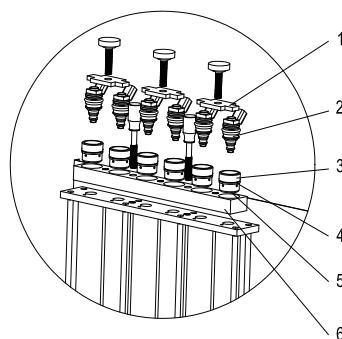

Figura 06
- Escolher acopladores adequados para injectores de abastecimento lateral (3) e anéis em O adequados, e montá-los juntos. (Lembre-se de aplicar um pouco de graxa lubrificante).
- Montar a placa cruzada (1) e apertá-la com parafusos.
- Montar o distribuidor de combustível e injectores no suporte do distribuidor de combustível, e apertá-los com dois parafusos de rosca (pretos). Ver figura 06.